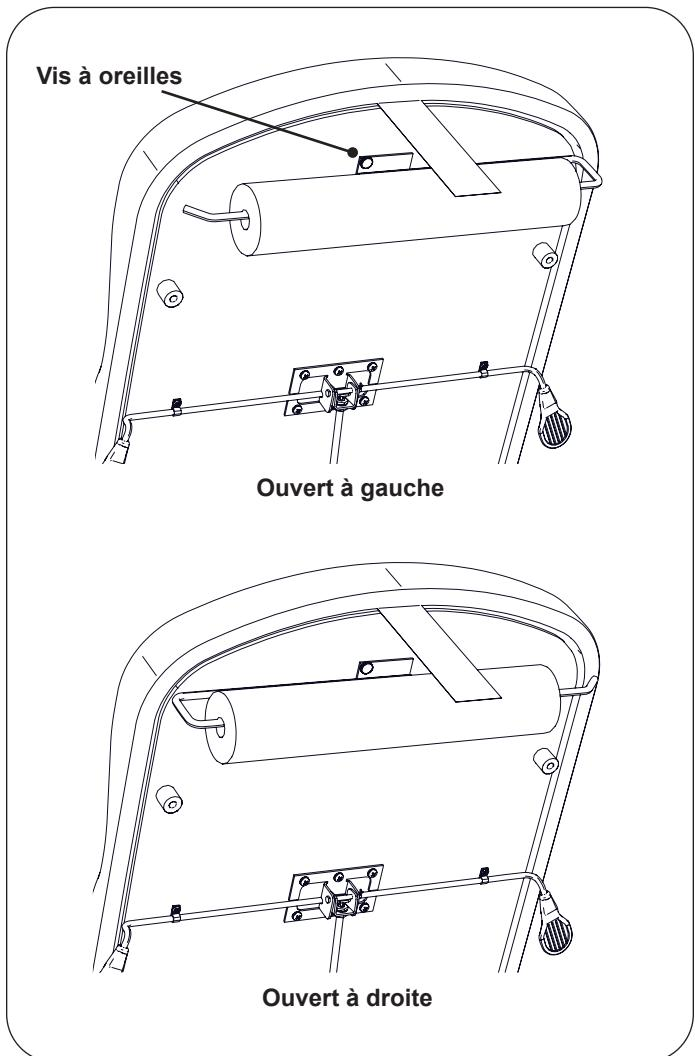

Figure 7. Installation du support de rouleau de papier
- Déterminez l'orientation souhaitée pour le support de rouleau de papier. (Voir deux options dans Figure 7)